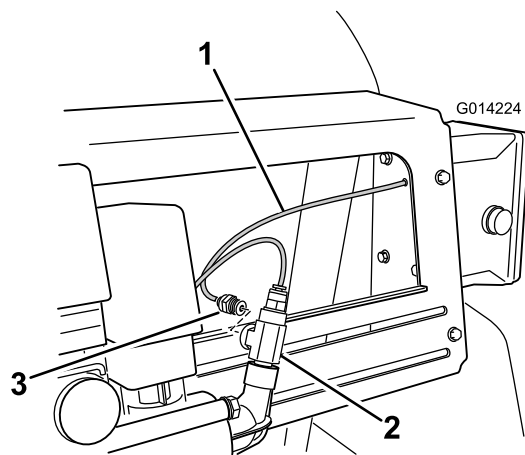

図 7
3. コントロール・ボックスの背面から出ている赤い水圧計用チューブを、T字フィッティングに接続する (図 7)。